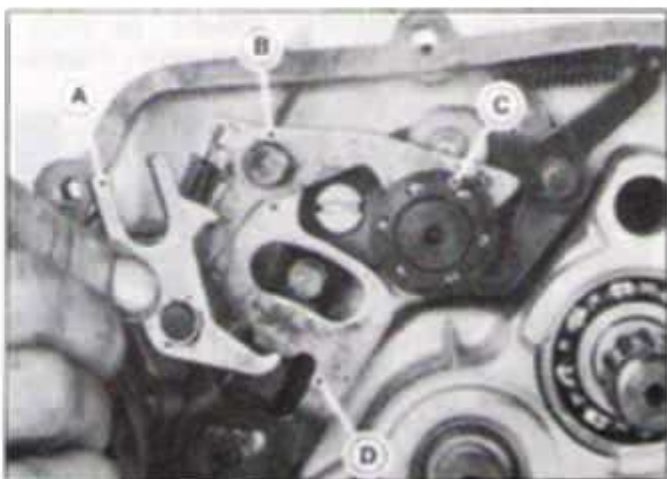

FIG. M38 - A. CHAPA LIMITADORA B. ACIONADOR C. CONJUNTO EIXO TRAMBULADOR D. CONJ. EIXO SELETOR DE MARCHAS.
5. Posicionar a chapa limitadora do eixo trambulador sobre o eixo-garfo I, II, III e IV velocidades fixando-a com o anel elástico. Figura M38.